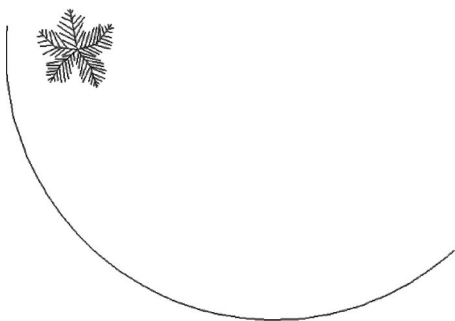

图 4-36 原始图形
- 1 在“快速访问”工具栏中单击“打开”按钮, 选择“路径阵列即学即练.dwg”图形文件来打开，文件中的原始图形如图 4-36 所示。